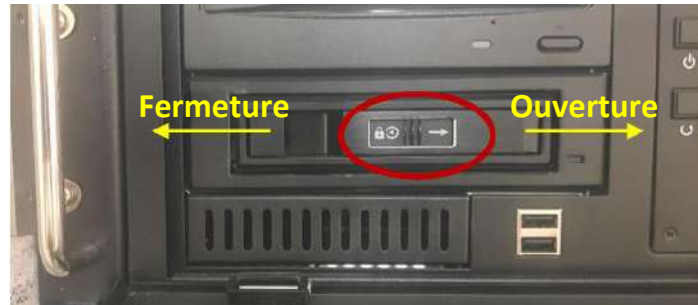

Figure C-2 : Rack des disques durs du PC (Remarquer la serrure avec l'indication de position verrouillé/déverrouillé)
2. Faire glisser la porte du capot pour découvrir la serrure (voir **Figure C-2**).
8. Faire glisser le capot de protection afin de couvrir la serrure (voir **Figure C-2**).